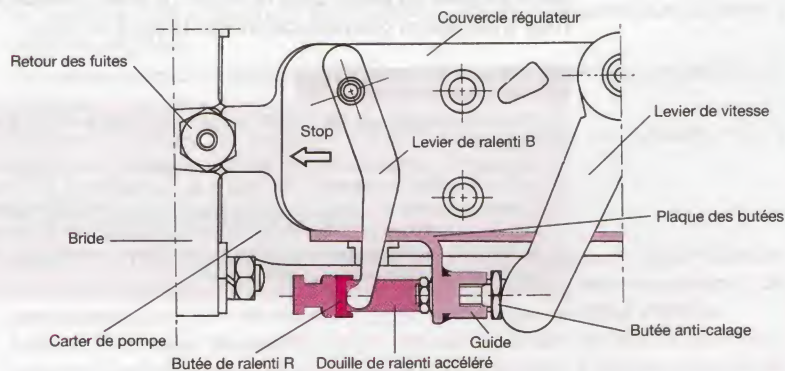

Figure 39.4. Vue des commandes (cas d'un régulateur mini-maxi)
Le réglage du ralenti s'effectue à l'aide du levier de *ralenti* (B) (fig. 39.4), celui-ci pouvant servir de stop en pivotant la butée (R), libérant le levier vers le stop (cas de non-fonctionnement de l'électrovanne de stop).
La *butée* mini du levier de vitesse devient réglage de l'anti-calage (fig. 39.4), remplaçant la vis butée sur la version « toutes vitesses ».